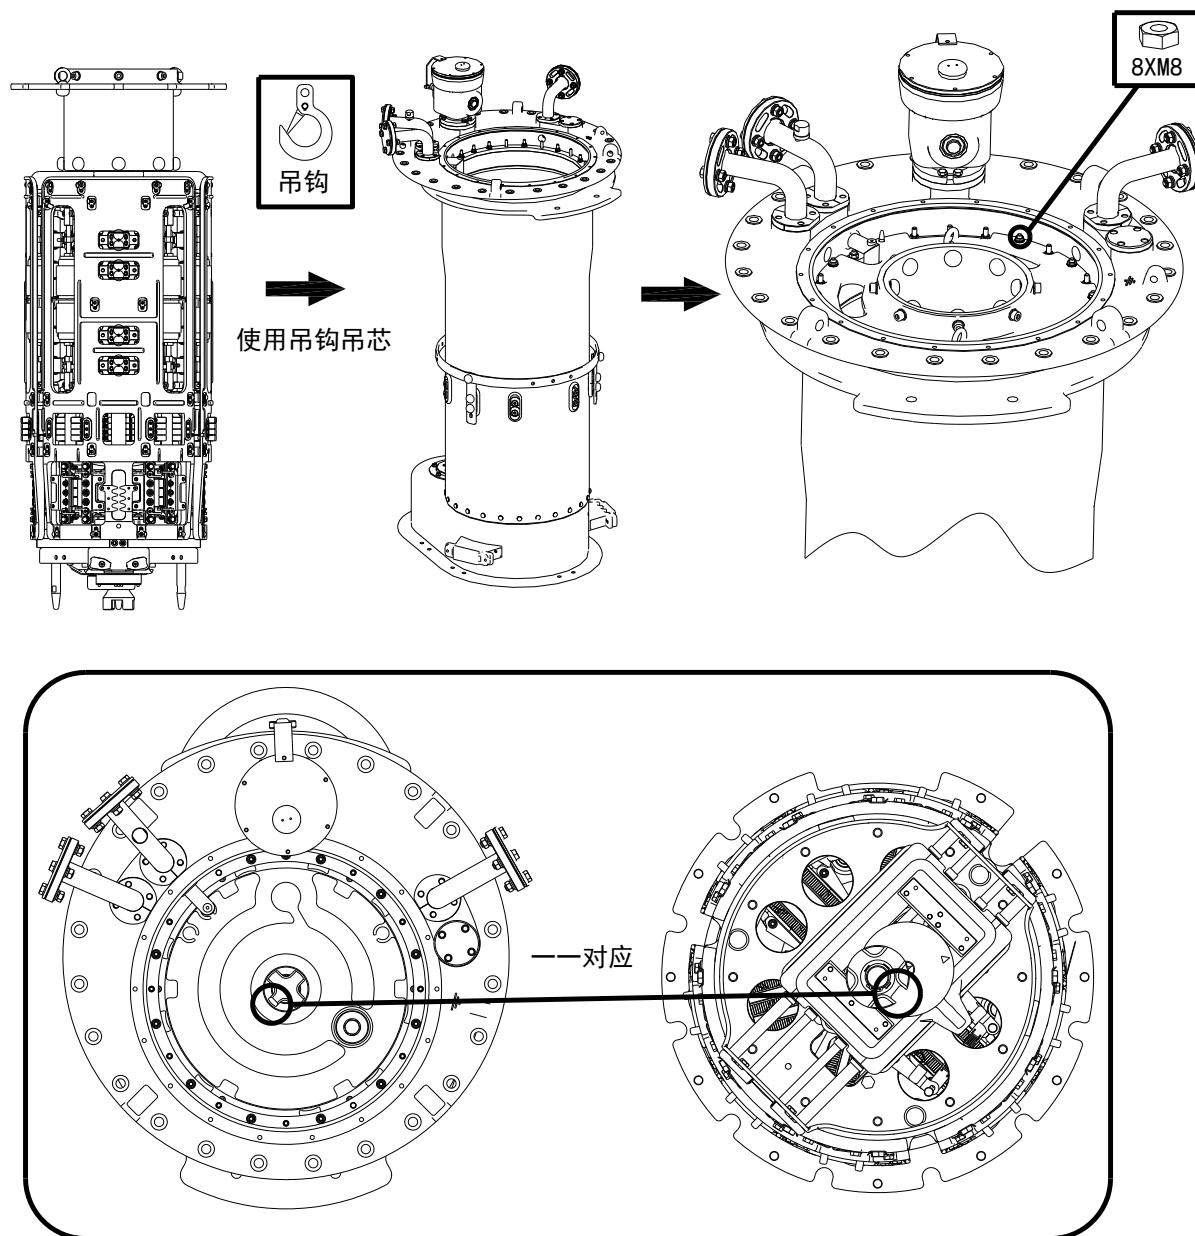

图 5-16 连接件的整定位置及法兰圈上的螺母固定
2. 安装切换开关芯子：将切换开关芯子吊到切换开关油室上方，要确保分接选择器和筒底连接件在安装切换开关芯子时必须位于整定位置，大概对准连接件的小端位置。切换开关芯子装入油室后在法兰圈上的非红色油漆区域用螺母紧固（9颗 M8 螺母）。(见图 5-16)